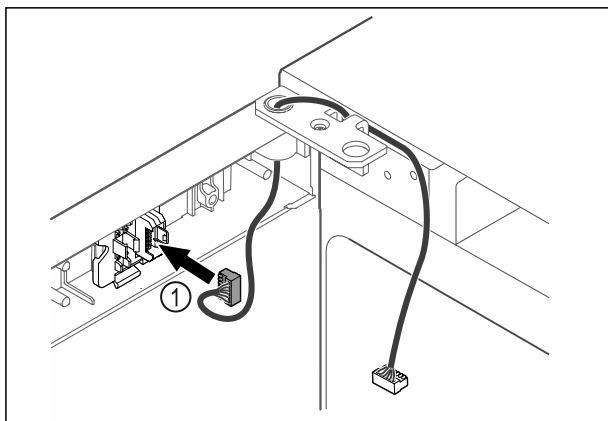

Fig. 49
- Inserire il connettore Fig. 49 (1) nel porta-connettore.